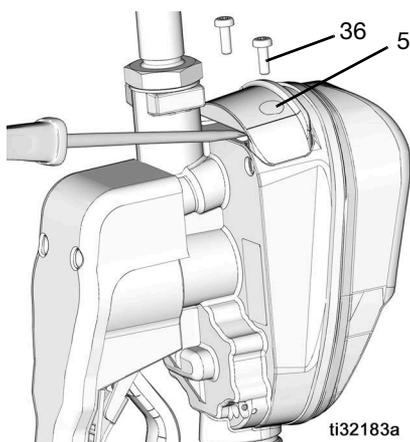

图 47
1. 从电池盒盖 (5) 上取下螺丝 (36)。
2. 使用小的平头螺丝刀将盖从盖底部的计量分配阀机体（扩展配件旁边）轻轻撬起，如图 47 所示。